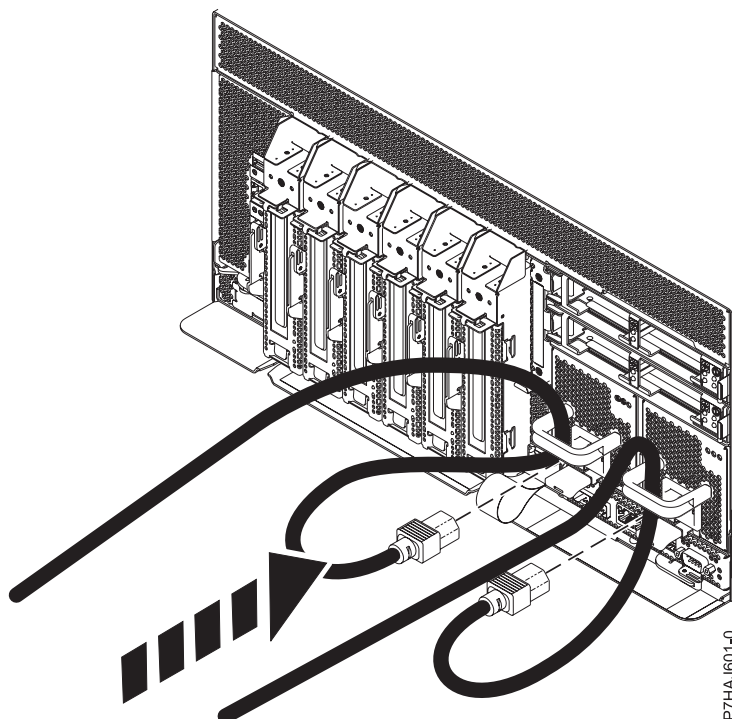

Abbildung 13. Netzkabel anschließen
2. Schließen Sie das Netzkabel erneut an die Systemeinheit an (siehe Abb. 13 auf Seite 29). Achten Sie darauf, dass die Kabel durch die Halterungen geführt werden.